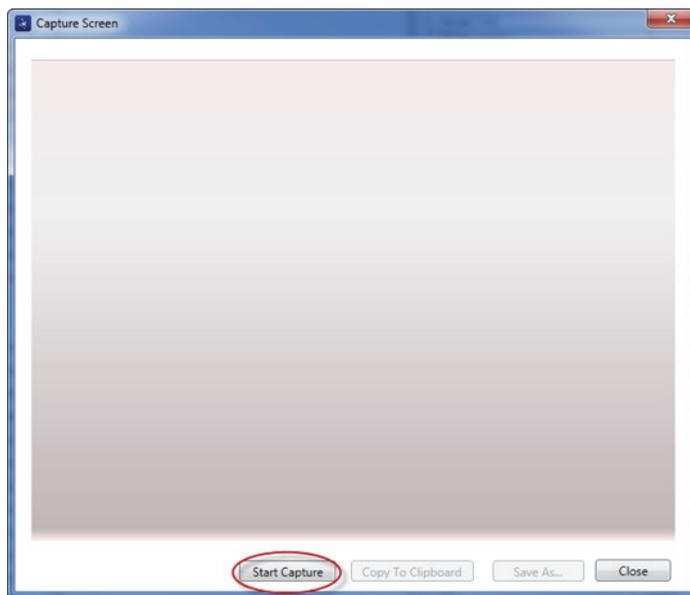

Figura 6-7 Cuadro de diálogo Capture Screen
El cuadro de diálogo **Capture Screen** aparece. Vea la Figura 6-7 en la página 334.
4. En el cuadro de diálogo **Capture Screen** haga clic en el botón **Start Capture**. Vea la Figura 6-7 en la página 334.